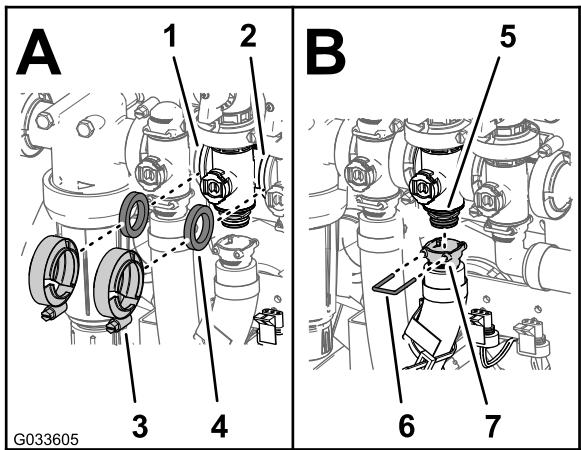

図 113
2. 攪拌バイパスバルブ、ガスケット、攪拌バルブマニホールドを組み立てて、フランジクランプを手締めする 図 113。
- 散布量制御バルブマニホールドのフランジと攪拌バルブのマニホールドとの間に、ガスケットを入れる 図 113; A。
- 散布量制御バルブマニホールド、ガスケット、攪拌バルブマニホールドを組み立てて、フランジクランプを手締めする 図 113。
- 攪拌バルブマニホールドのフランジとマスターブームバルブとの間にガスケットを入れる 図 113; A。